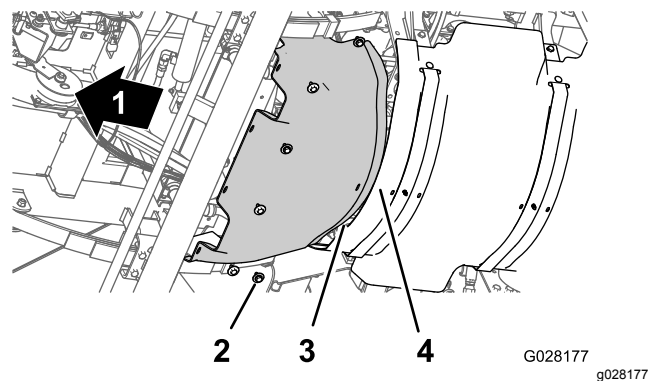

Figure 58
1. Alignez la bride arrière de l'écran pare-chaleur avant et la bride avant de l'écran pare-chaleur arrière (Figure 58).
2. Alignez les trous de l'écran pare-chaleur avant et les trous filetés du châssis (Figure 58).
3. Montez l'écran pare-chaleur avant sur la machine au moyen des 6 boulons à tête hexagonale et des 6 rondelles (Figure 58) retirés à l'opération 3 de Dépose de l'écran pare-chaleur avant \(page 54\).